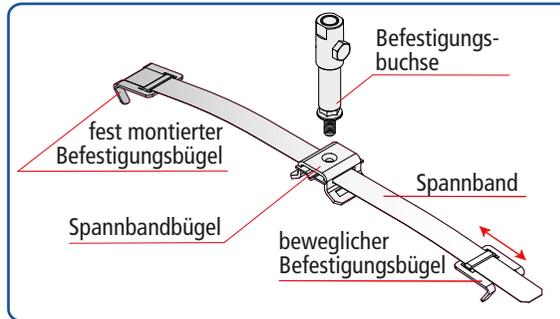
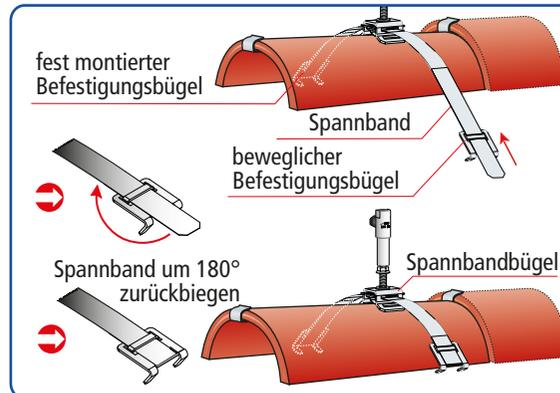
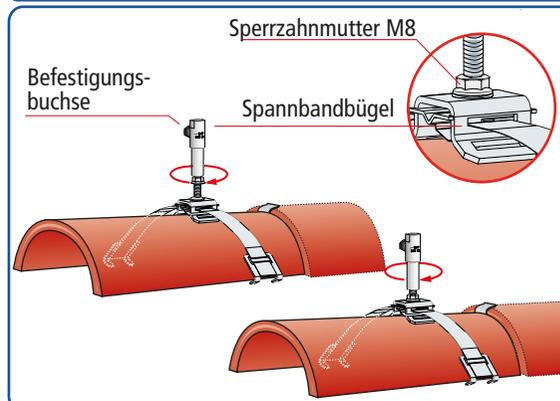

Fig. 1
Fig. 2
Fig. 3
Im Auslieferungszustand sind die Einzelteile des Halters lose beige packt (siehe Fig. 1).
- ➔ Beim Einsatz des Halters auf Trockenfirsten ist die Position des Halters (Fangstange) so zu wählen, dass der Halter möglichst nahe an der Firstklammer des nächsten befestigten Steines ist (siehe Fig. 2 und Fig. 3). Es muss gewährleistet sein, dass der Firststein gut befestigt ist und die zusätzlichen Kräfte durch die Fangstange aufnehmen kann.
- ➔ Auf einer Seite des Spannbandes ist der Befestigungsbügel bereits fest montiert (siehe Fig. 1 und Fig. 2).
- ➔ Das Spannband wird an der gewünschten Stelle des Firstziegels angepasst. Dabei wird der festmontierte Befestigungsbügel an der unteren Seite des Firstziegels eingehakt (siehe Fig. 2).
- ➔ Der zweite Befestigungsbügel wird an die untere Kante des Firstziegels herangeschoben und angepasst. Das Spannband muss dabei handfest gespannt sein. Nach der Lagefixierung des Befestigungsbügels diesen vom Ziegel wieder abheben und das Spannband um 180° um den Befestigungsbügel zurückbiegen. Anschließend wird auch der zweite Befestigungsbügel unter dem Firstziegel eingehängt (siehe Fig. 2).
- ➔ Die Befestigungsbuchse wird nun in den Spannbandbügel eingeschraubt. Durch das Einschrauben der Befestigungsbuchse (mit Rechtsdrehung) wird das Spannband nachgespannt (siehe Fig. 3).
- ➔ Nach dem Einschrauben der Befestigungsbuchse wird die Sperrzahnmutter M8 nach unten geschraubt und gegen den Spannbandbügel gekontert. Dabei ist ein Anzugsdrehmoment von 10 Nm zu beachten (siehe Fig. 3). Anschließend wird die Befestigungsbuchse auf die Sperrzahnmutter gekontert.